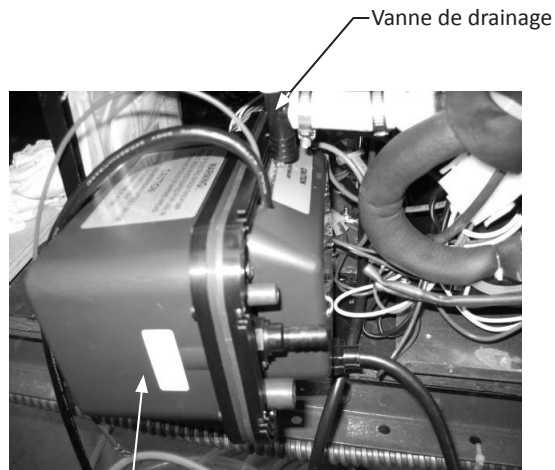

Figure 25
4. Faites pivoter la pompe de drainage et sortez-la de la machine à glaçons (Voir la Figure 25). Il peut être nécessaire de débrancher la liaison du fil de terre sur le rebord arrière de l'armoire (Voir la Figure 26).